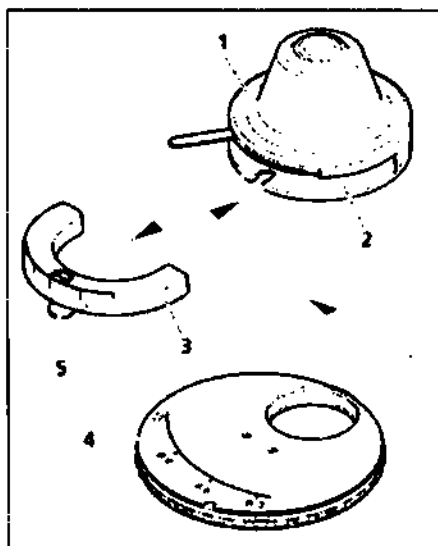

Рисунок 3-28. Диск модулятора в конденсоре 0,9 Н Pol
- Извлеките конденсор (рисунок 3-28/1) из несущего элемента конденсора (смотрите раздел 3.1.9.).
- Ослабьте зажимной винт (рисунок 3-28/5) элемента шкалы конденсора (рисунок 3-28/3) с помощью отвертки SW 3 и вытяните элемент шкалы.
- Вставьте диск модулятора (рисунок 3-28/4) с двумерной вилкой в конденсор так, чтобы внутренняя направляющая была вложена по обеим сторонам и служила в качестве препятствия для диска модулятора. В это же время необходимо убедиться, что штифт зажимного винта диска модулятора расположен в ориентационной канавке конденсора.